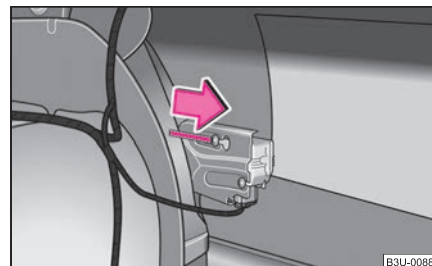

Fig. 171 Bagagliaio:
- Tirare il cappio nel senso indicato dalla freccia per sbloccare lo sportello ⇒ fig. 171.